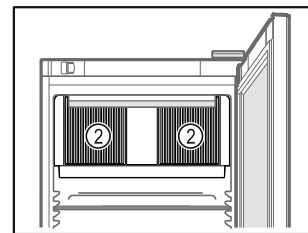

Fig. 79
- Poskrbite, da prezračevalna reža Fig. 79 (2) ventilatorja krožnega zraka v notranjosti ni zakrita.